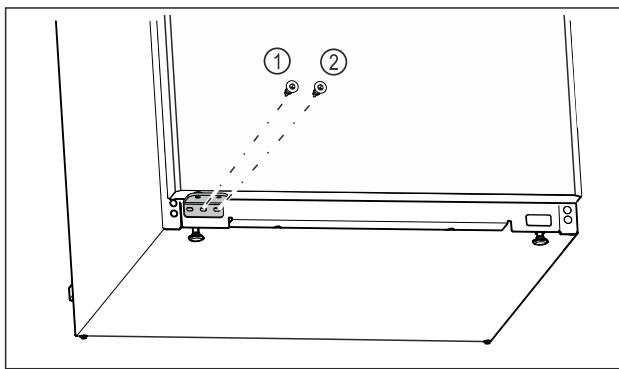

Fig. 25
- Zaskrutkujte strednú skrutku ložiskovej konzoly Fig. 25 (1) skrutkovačom Torx 20.
- Zaskrutkujte vnútornú skrutku ložiskovej konzoly Fig. 25 (2) skrutkovačom Torx 20.